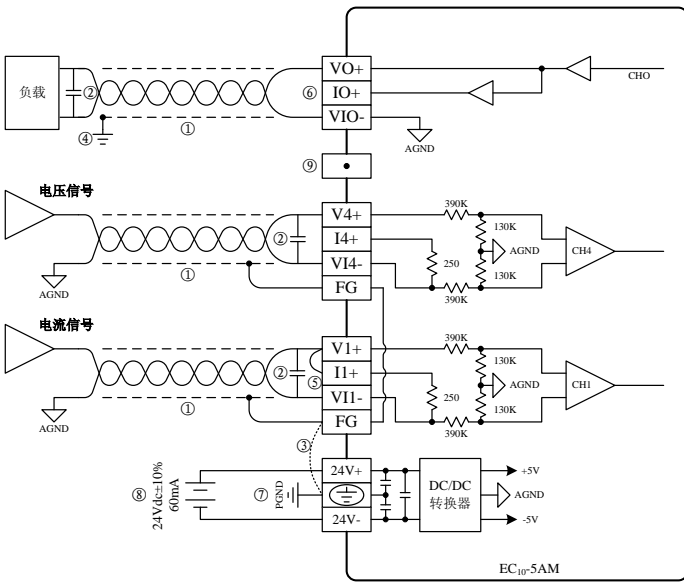

图 2-5 MC100-5AM 用户端子布线示意图
用户端子布线要求，请参见图 2-5。图中①~⑤表示布线时必须注意的事项：